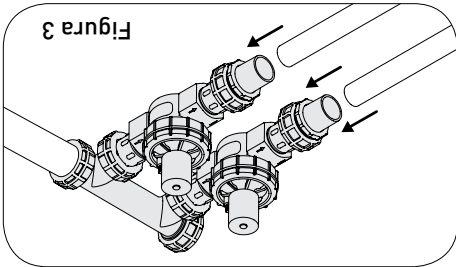

Figura 3
- Si el tubo de PVC es de 3/4", conecte directamente al Adaptador de transición (F) (Figura 3).